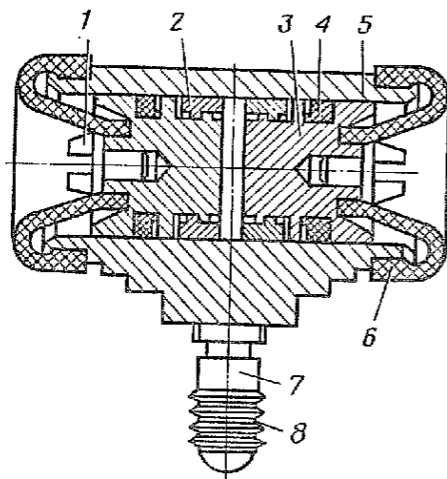

Рис. 197. Цилиндр колесный тормоза:
1.1. Снять защитные колпаки 6 (рис. 197) с цилиндра 5 (отвертка 150×0,5).
3.1. Смазать манжеты 4 (рис. 197), поршни 3 и внутреннюю поверхность цилиндра 5 рабочей жидкостью (емкость для жидкости).